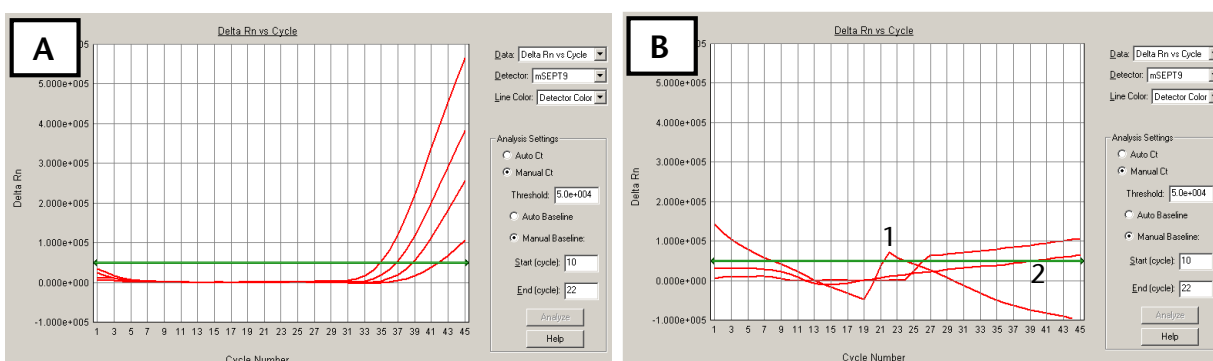

Figura 3: Captura de pantalla de curvas de amplificación de Septin9 usando 7500 Fast de Applied Biosystems.
**Nota:** Comprobar visualmente todas las curvas de amplificación. Las curvas de amplificación con puntos incoherentes más allá del umbral (picos del ruido) o de forma lineal se deberían considerar negativas. Véase la Figura 3.